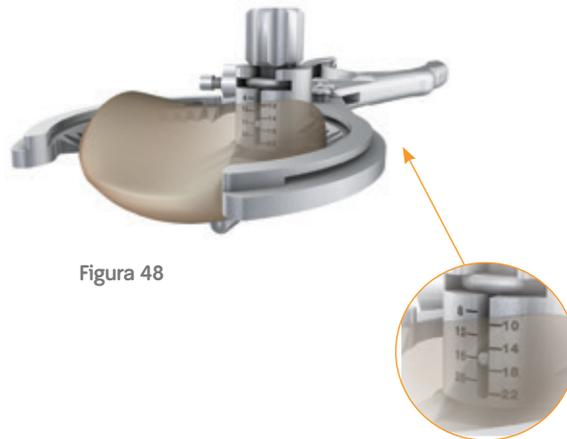

Figura 48
- 3 Con il meccanismo di bloccaggio disattivato, girare il supporto dell'inserto in modo che il lato inferiore sia rivolto verso l'alto. Ruotare l'impugnatura fino alla completa apertura per riattivare il meccanismo di bloccaggio (Figura 48).